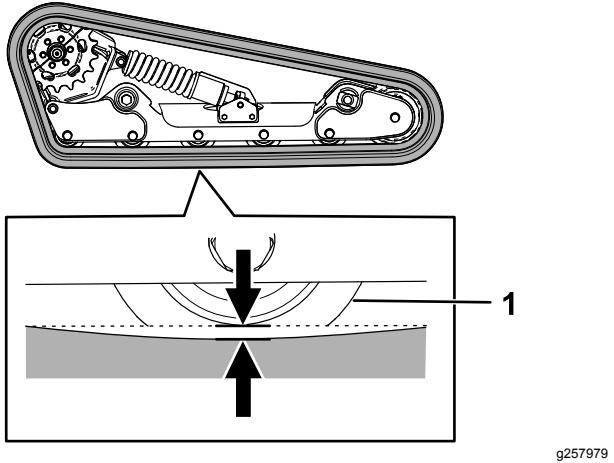

Figure 24
Levez/soutenez un côté de la machine et, en vous aidant du poids de la chenille, vérifiez qu'un espace de 13 mm existe entre le bas du rebord du galet de roulement et la chenille, comme montré à la Figure 24. Si ce n'est pas le cas, réglez la tension des chenilles comme suit :
5. Avec une clé à cliquet de  $\frac{1}{2}$  pouce, tournez la vis de tension jusqu'à obtention d'un espace de 13 mm, comme montré à la Figure 24.
9. Vérifiez que la flèche est de 13 mm, comme montré à la Figure 24. Réglez au besoin.
7. Avec une clé à cliquet de  $\frac{1}{2}$  pouce, tournez la vis de tension dans le sens antihoraire jusqu'à obtention d'une flèche de 13 mm, comme montré à la Figure 24.
12. Vérifiez que la flèche est de 13 mm, comme montré à la Figure 24.